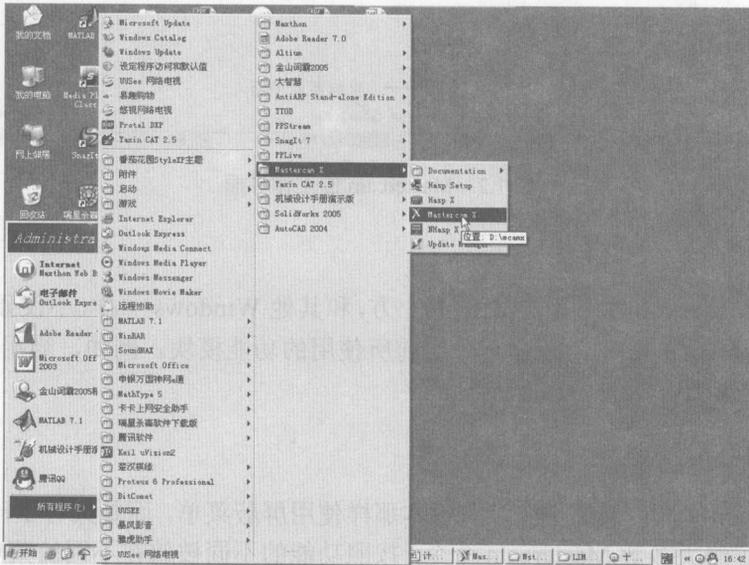

图 1.1 Mastercam 的操作界面
- 执行“开始”|“程序”|“Mastercam X”|“Mastercam X”命令即可启动 Mastercam X, 如图 1.1 所示。